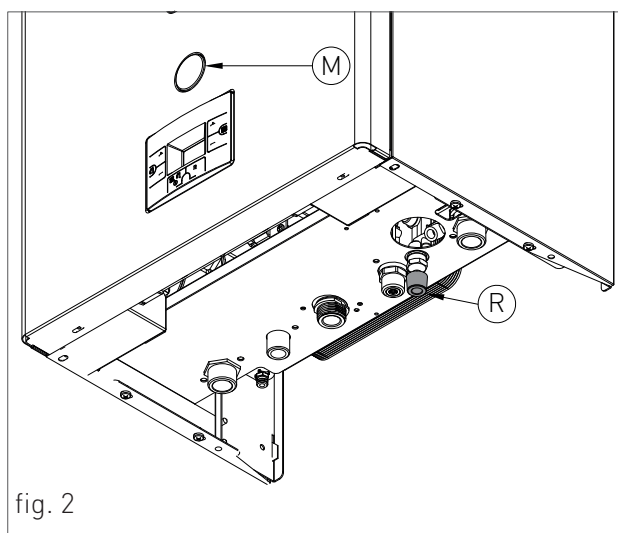
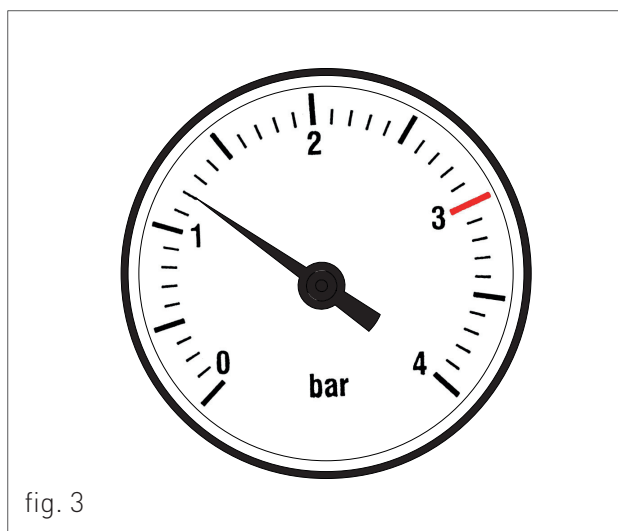

fig. 2
fig. 3
Per il posizionamento, operare come segue (vedi fig. 2):
2. aprire il rubinetto di carico "R" (fig. 2);
3. controllare attraverso il manometro "M" (fig. 2) che la pressione dell'impianto raggiunga 1.2 bar (fig. 3);
4. ad operazione avvenuta, assicurarsi che il rubinetto di carico "R" (fig. 2) sia ben chiuso;
6. se dopo le suddette operazioni si rilevasse una diminuzione della pressione dell'acqua nell'impianto, aprire di nuovo il rubinetto di carico "R" fino a che la pressione nel manometro non segni 1.2 bar (fig. 3).